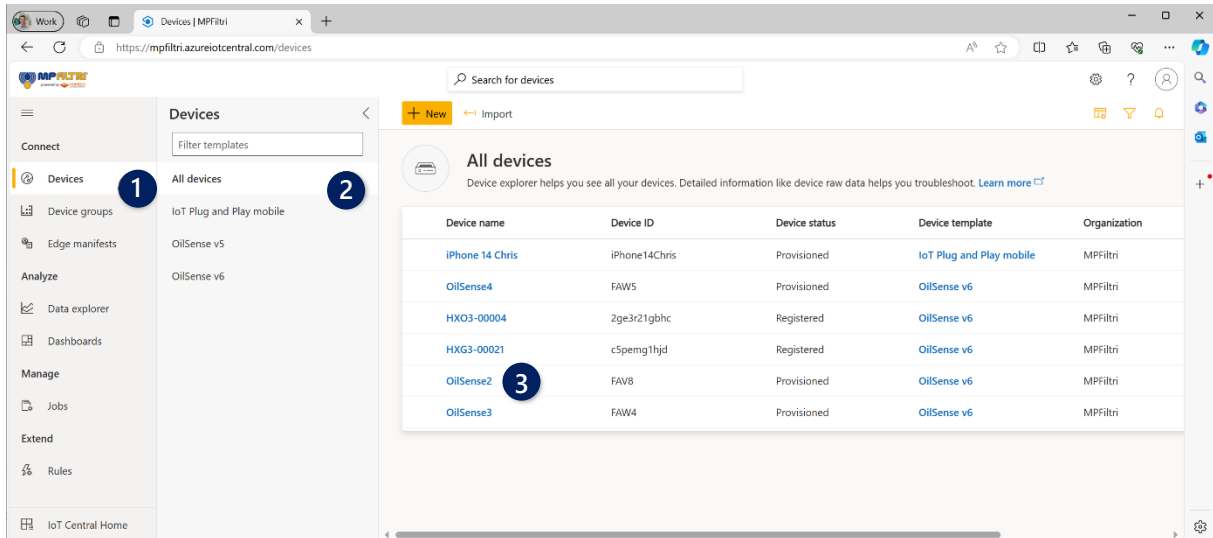

Abbildung 14: Geräteübersicht aller eingebundenen Systeme in der Web-Applikation MP Smart Fluid
Die Geräteübersicht ist in Abbildung 14 dargestellt. Durch Auswahl des Menüpunktes (1) öffnet sich eine Liste der Geräte, welche für Sie registriert wurden. In der Standardkonfiguration befinden sich alle Geräte in der Gerätegruppe *Alle Geräte* (2). Je nach Anzahl der Geräte kann es die Übersichtlichkeit erhöhen, eine Gerätegruppe für Geräte mit bestimmten Eigenschaften (z.B. Standort) einzurichten. Alle in der Gerätegruppe verfügbaren Geräte werden im Hauptfenster (3) angezeigt.